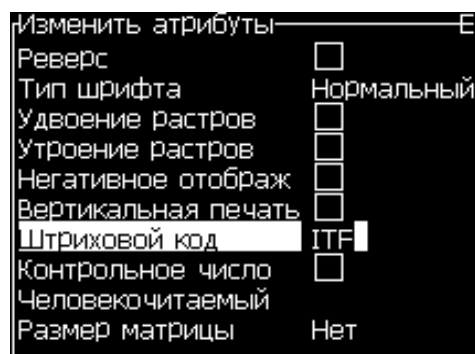

Рисунок 5-41: Выбор типа штрих-кода
- 2 Нажмите кнопку “F3” или “ALT + E”, и выберите функцию “In-line Attributes” (атрибуты на одной строке) для открытия окна “Editor Attributes” (редактор атрибутов) (смотрите Рисунок 5-41).